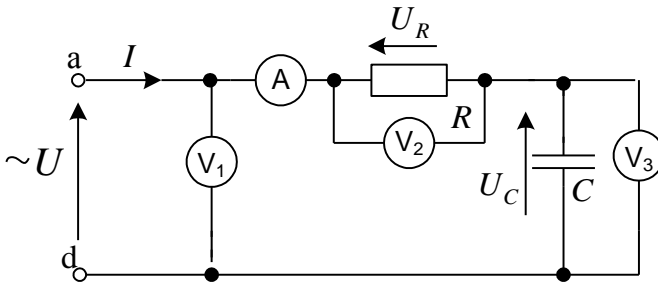

Рис. 39
2. Скласти електричне коло за схемою на рис. 39.